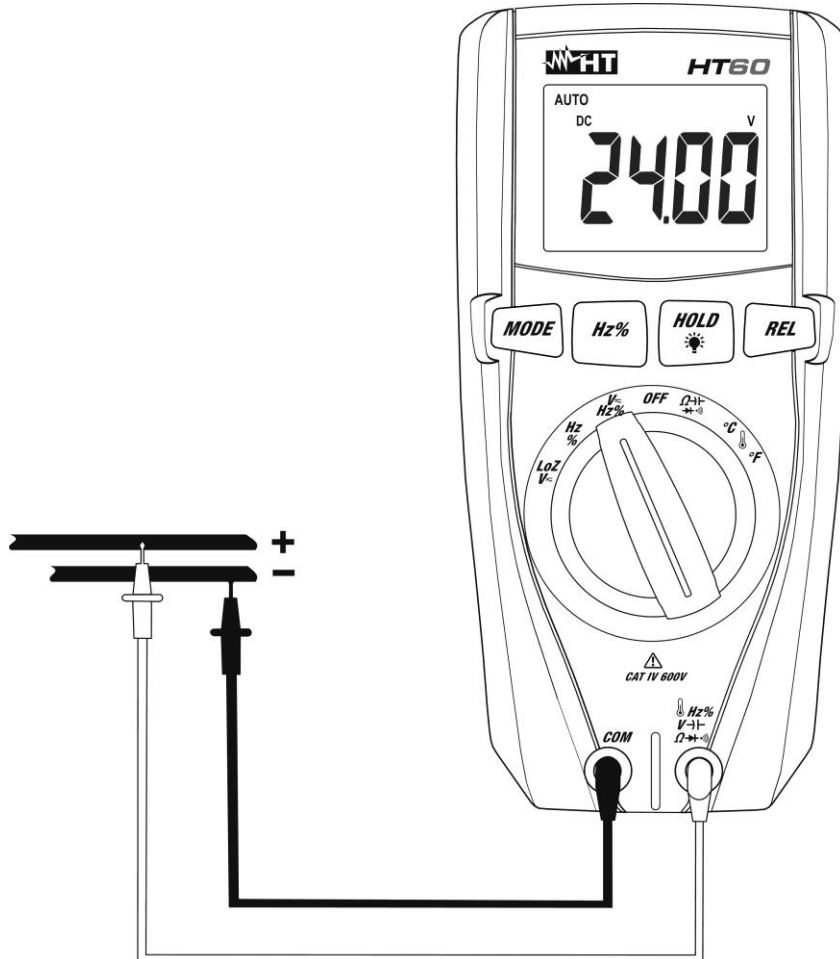
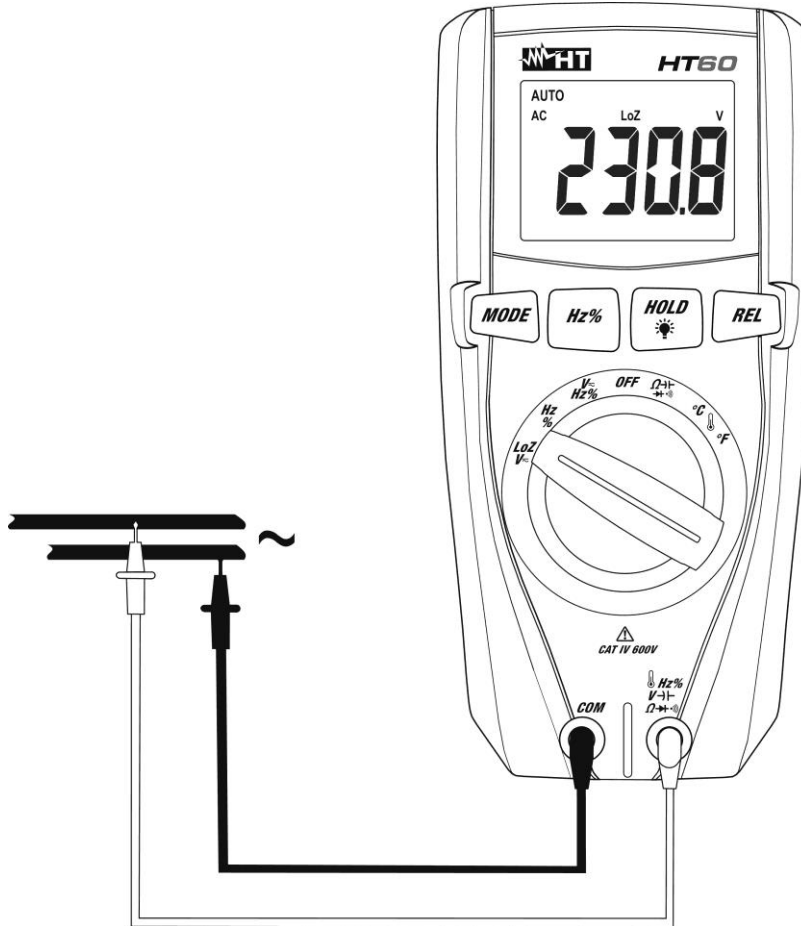

Abb. 2: Verwendung des Gerätes für Gleichspannungsmessung
Abb. 4: Verwendung des Gerätes für Spannungsmessung mit niedriger Impedanz (LoZ)
4. Verbinden Sie die rote Messleitung und die schwarze Messleitung mit dem jeweils positiven und negativen Potenzial des zu messenden Kreises (siehe Abb. 2). Der Spannungswert erscheint auf dem Display.
6. Das Symbol "-" auf dem Display des Gerätes gibt an, dass die Spannung die umgekehrte Richtung mit Bezug auf den Anschluss in Abb. 2 hat.
4. Verbinden Sie die rote Messleitung mit den gewünschten Messpunkten des zu messenden Kreises (siehe Abb. 4) oder die schwarze Messleitung mit dem jeweils positiven und negativen Potenzial des zu messenden Kreises (siehe Abb. 2). Der Spannungswert erscheint auf dem Display.
6. Das Symbol "-" auf dem Display des Gerätes gibt an, dass die Spannung die umgekehrte Richtung mit Bezug auf den Anschluss in Abb. 2 hat